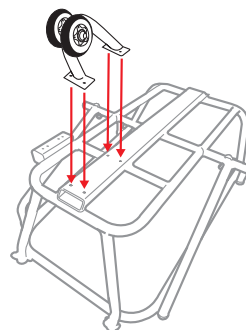

Figura 1
1. Con el conjunto del bastidor colocado al revés, alinee la rueda delantera con los cuatro orificios del bastidor para que la rueda se enfrente a la parte delantera del bastidor (Figura 1).